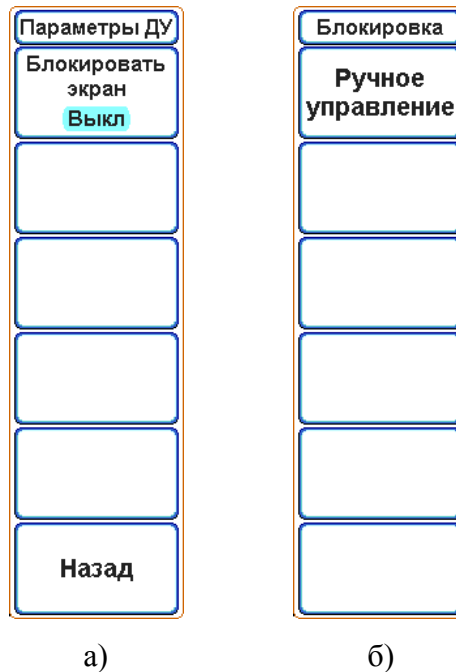

Рисунок 6.35 – Экранное меню а) «Параметры ДУ» и б) «Блокировка»
- нажать экранную кнопку «Параметры ДУ», чтобы перейти в подменю «Параметры ДУ» (рисунок 6.35);
«Вкл» - блокируется ввод от всех кнопок (кроме кнопки "ВКЛ/ЖД.РЕЖ") и на экран осциллографа выводится предупреждающее сообщение. Чтобы снять блокировку управления, необходимо нажать на экранную кнопку «Ручное управление» (Рисунок 6.35, б);